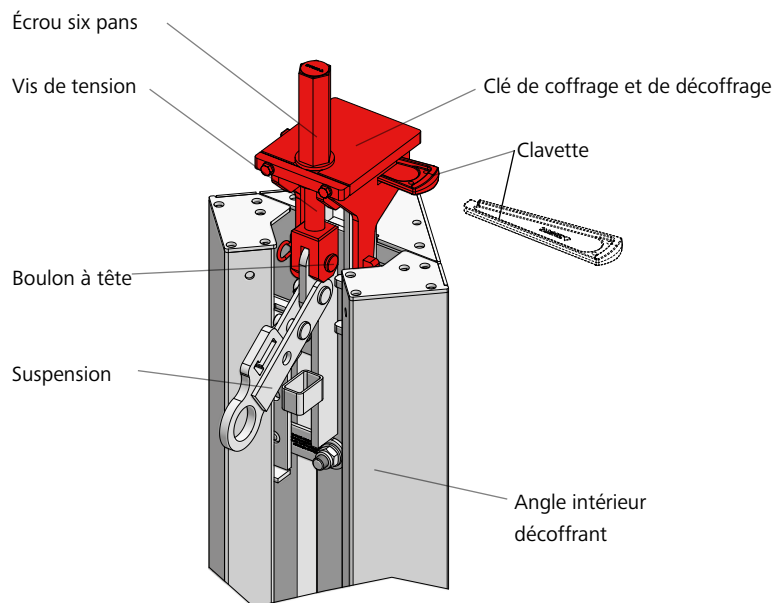

Fig. 55.3
1. Poser la clé de décoffrage pour angle décoffrant (ou la clé de coffrage et de décoffrage) sur la pièce de couplage située sur le haut de l'angle intérieur décoffrant. Vérifier que la suspension de l'angle intérieur décoffrant est tournée vers le bas (Fig. 55.3).
2. Pour fixer la clé de décoffrage sur l'angle intérieur décoffrant, utiliser le boulon à tête 16/40 et la goupille  $\beta$ 4 de la vis de tension de la clé de décoffrage pour angle décoffrant ou de la clé de coffrage et de décoffrage (Fig. 55.3).
3. Pour bloquer la clé de décoffrage pour angle décoffrant ou la clé de coffrage et de décoffrage, enfoncer la clavette de l'angle intérieur décoffrant dans l'ouverture située sur le côté de la clé décoffrante à l'aide d'un marteau (Fig. 55.3).